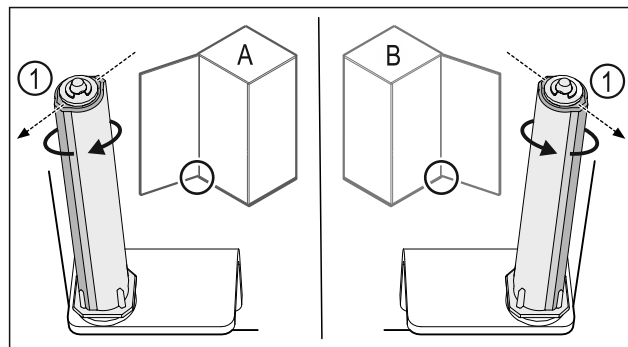

Fig. 37 Hapja majtas (A) / Hapja djathtas (B)
- ▶ Rrotulloni sistemin e mbylljes kundër rezistencës, derisa shufra e sistemit të mbylljes Fig. 37 (1) të jetë drejtuar nga jashtë.